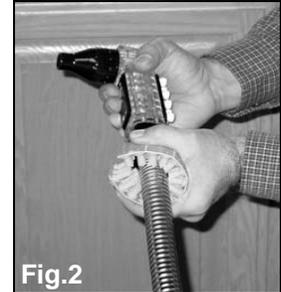
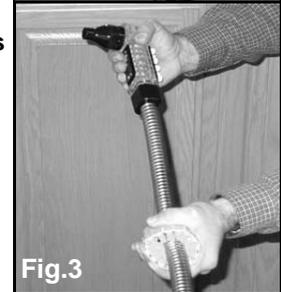

Fig.2
Fig.3
2. Envuelva la cubierta con el cepillo, en el extremo de la base de la pistola (**Fig.2**). Deslice el cepillo hacia arriba y hacia abajo, cubriendo la totalidad de la cubierta, desde la base hasta el extremo del manifold (**Fig.3**), un mínimo de 6 veces.
- 6a. TANQUE DE SANEAMIENTO: Conecte el (los) conector(es) del BIB a la(s) salida(s) del tanque de saneamiento (**Fig.2**), o al manifold para ENJUAGAR un circuito de jarabe a la vez, o múltiples líneas simultáneamente. Presurice el tanque hasta 30-40 PSI.
- 10a. TANQUE DE SANEAMIENTO: Conecte el conector del BIB a la(s) salida(s) del tanque de saneamiento (**Fig.2**) para SANEAR un circuito o manifold para múltiples líneas a la vez. Presurice el tanque hasta 30-40 PSI.